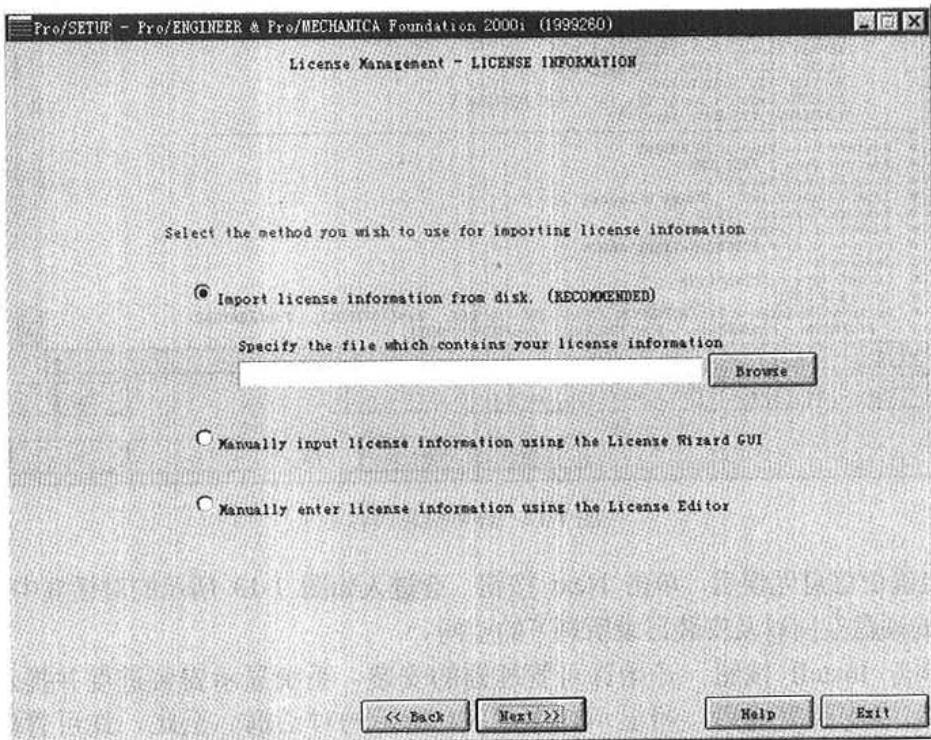
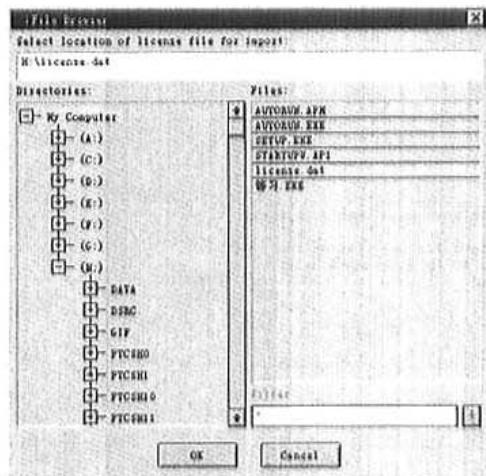

图 1-9 导入许可信息
图 1-10 查找许可信息文件
(6) 单击 Next 按钮，将显示如图 1-9 所示的对话框，要求导入许可信息。
采用第一种许可方式，即从磁盘或光盘上获取许可信息。单击 Browse 按钮，将显示如图 1-10 所示的对话框。从中选择许可信息文件，单击 OK 按钮，将返回到如图 1-9 所示的对话框中。